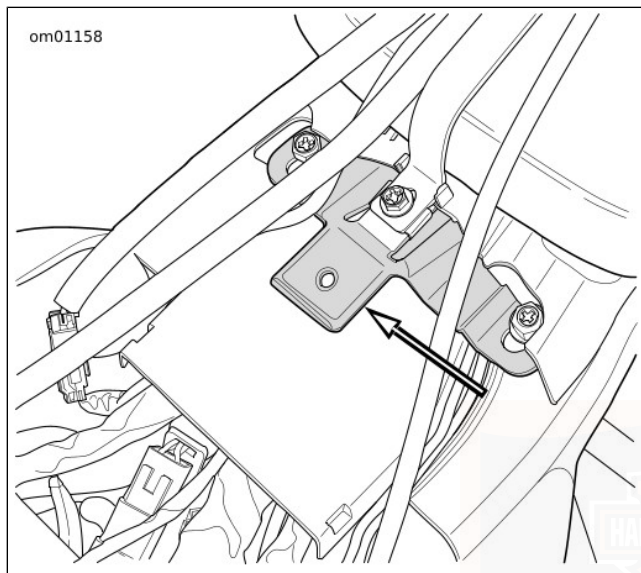

Figure 79. Languette de selle
8. Voir Figure 79. Tout en poussant la selle vers l'avant, soulever l'arrière de la selle jusqu'à ce que le support soit dégagé du dessus du coffre Tour-Pak (le cas échéant). Pousser légèrement la selle vers l'arrière pour libérer la languette de la fente de la selle.
3. Voir Figure 79. D'une main soulever l'arrière de la selle d'environ 76,2 mm (3 in), et de l'autre main appuyer fermement en poussant vers le bas et vers l'arrière jusqu'à ce que la languette s'enclenche dans la fente de la selle.